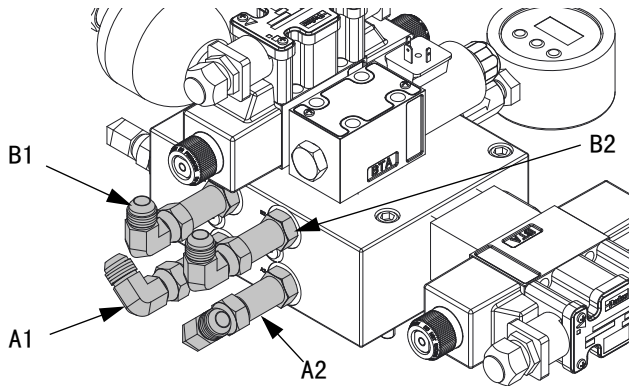

图 6: L 头敷料装置液压罩
- a. 按下表所列，将 AC 动力单元上的液压软管接头（A1、A2、B1 和 B2）连接到吊杆（C）杆侧上的液压软管（401）末端。请参见图 1（第 10 页）和图 6（第 16 页）。
- a. 按照下表所列，将 AC 动力单元上的液压软管接头（A2 和 B2）连接到吊杆（C）杆侧上的液压软管（402）末端。请参见图 1（第 10 页）和图 6（第 16 页）。